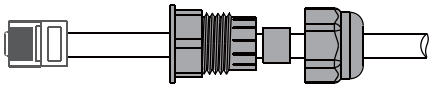

Figure 4.5-4 Fermeture à distance du raccordement du câble
Étape 3-2 : Pour l'arrêt à distance. Faites passer le câble à travers la plaque métallique, puis câblez à partir des broches 5 et 6. Le Tableau 4.6-1 décrit la répartition des broches à 6 contacts, et le raccordement est illustré dans la Figure 4.5-4.